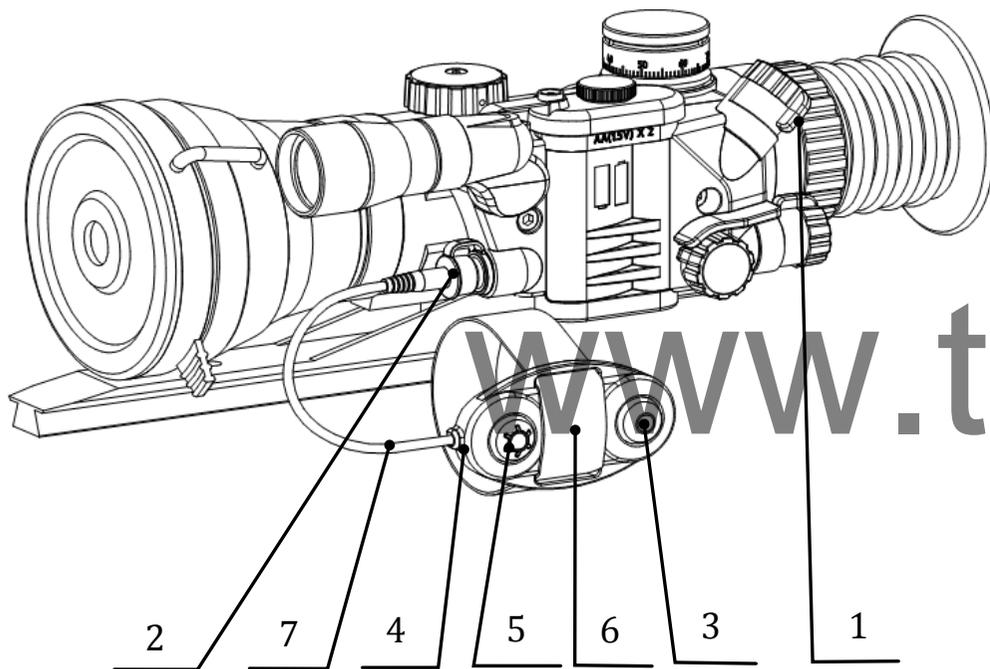

Рисунок 8 – Пульт дистанционного включения
✓ вставьте штекер пульта дистанционного включения в гнездо (2) (см. рис. 8);